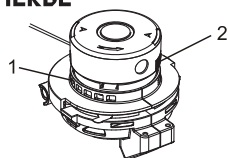
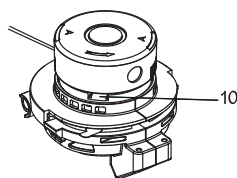

Fig.10
Fig.14
1. Appuyer sur les boutons de verrouillage de la bobine (1) et (2) situés de chaque côté de la bobine (Fig. 10).
4. Enfiler l'extrémité libre du fil pour coupe-herbe (6) dans l'orifice (7) du boîtier de la bobine (2).
5. Tout en le tenant, tirer légèrement pour resserrer le fil, puis le faire glisser dans la broche (8) jusqu'à ce qu'il touche le fond.
6. Une fois que la bobine de remplacement est complètement insérée dans le boîtier, remplacer le capuchon de la bobine (3) en insérant les boutons de verrouillage (1) dans le boîtier de bobine.
7. Appuyer fermement sur le capuchon de la bobine jusqu'à ce que les boutons de verrouillage « s'enclenchent » dans les orifices correspondants (9) du boîtier de la bobine.
8. Lors de l'installation de la nouvelle bobine de fil pour coupe-herbe, environ 7,6 cm/3 po de fil doit être exposé hors du boîtier de la bobine. S'il est trop long, le couper avec des ciseaux. S'il est trop court, appuyer sur le bouton de dégagement du fil (10) sur le boîtier du fil pour coupe-herbe et tirer doucement sur le fil exposé (Fig.14).
Appuyer sur le bouton de dégagement du fil (10) sur le boîtier de fil pour coupe-herbe et tirer doucement sur le fil exposé jusqu'à ce que 7,6 cm/3 po de fil soit exposé hors du boîtier de la bobine (Fig.14).
Retirer la bobine du boîtier de la bobine; dérouler environ 7,6 cm/3 po de fil et réinstaller la bobine (Fig. 10 à Fig.14).
Retirer la bobine du boîtier de la bobine, dérouler tout le fil pour coupe-herbe de la bobine et rembobiner le fil (Fig. 10 à Fig.14).